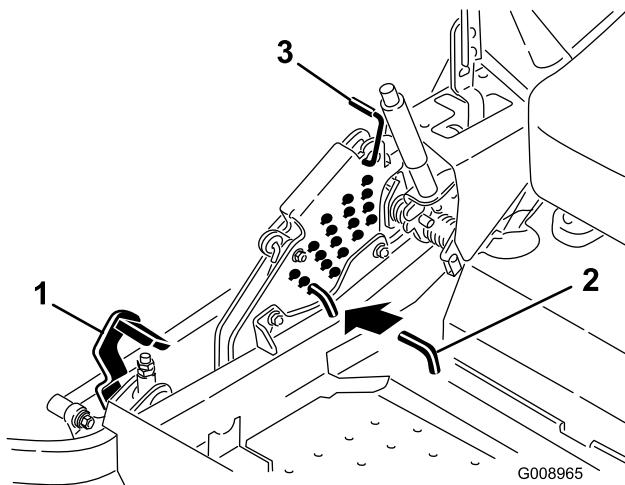

Figura 84
5. Premete completamente in avanti il pedale di sollevamento del piatto di taglio e quest'ultimo si bloccerà in posizione di trasporto a 14 cm (Figura 84).